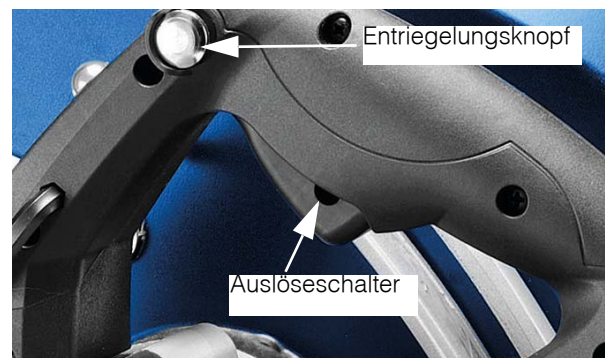

Abb. 10: Auslöseschalter
Schritt 2: Drücken Sie den Knopf (Abb.10) zum entriegeln.
Schritt 3: Drücken Sie den Auslöseschalter (Abb.10).